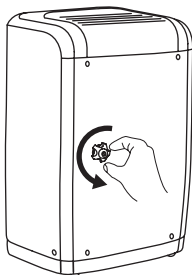

fig. 1
1. Deșurubați capacul de golire din partea posterioară a unității. (fig. 1)